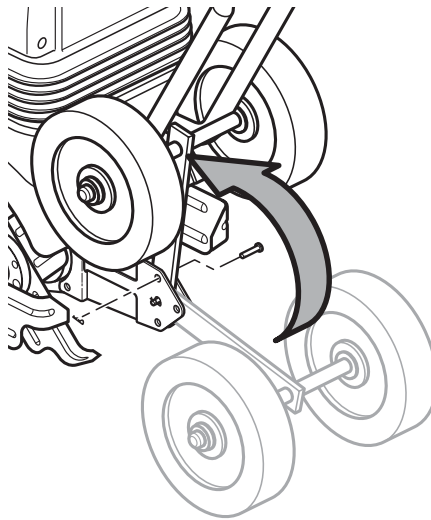

Figura 7 – Regulación del conjunto ruedas a la posición de cultivo
2. Gire el conjunto ruedas hacia arriba y hacia adelante como se muestra en la figura 7 hasta que el orificio del conjunto rueda alinee con el orificio superior de la consola de montaje.